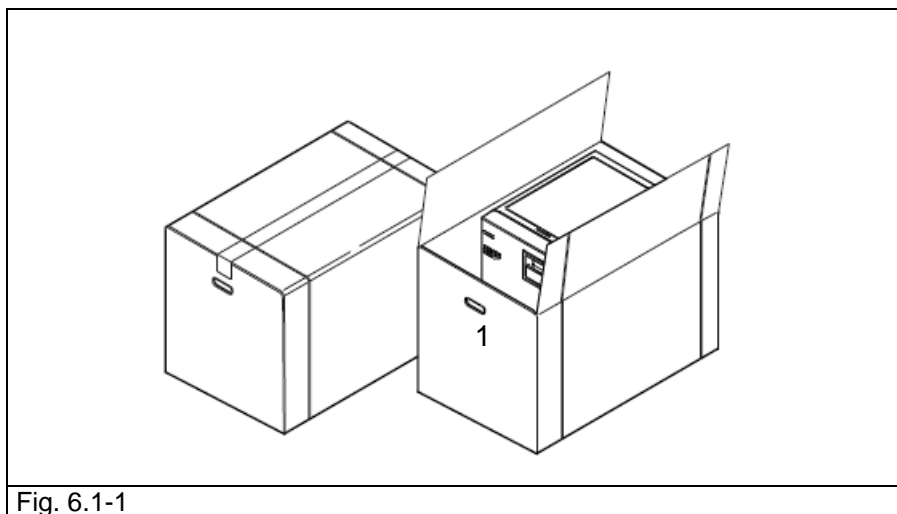

Fig. 6.1-1
Ambalajul și echipamentul sunt fragile și de aceea trebuie să fie manevrate cu grijă. A se transporta ca pachet fragil. MÂNERELE AMBALAJULUI (1 din Fig. 6.1-1) SE VOR FOLOSI DOAR PENTRU RIDICAREA APARATULUI PE VERTICALĂ. A se păstra într-un ambient uscat și protejat. **Ambalajul trebuie să fie păstrat pe tot parcursul garanției.**
- Scoateți clemele care închid partea superioară a ambalajului din carton (Fig. 6.1-1).